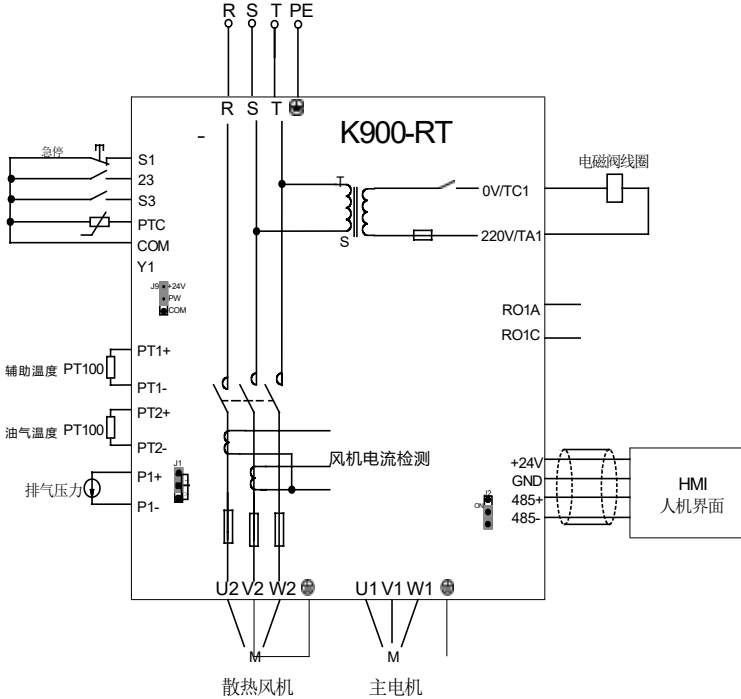

图 4-1 HMI+K900-RT 变频器接线
- 1、 按照图 4-1 进行接线；仔细检查接线是否正确，确保空压机变频器接地和空压机外壳接地连接良好。